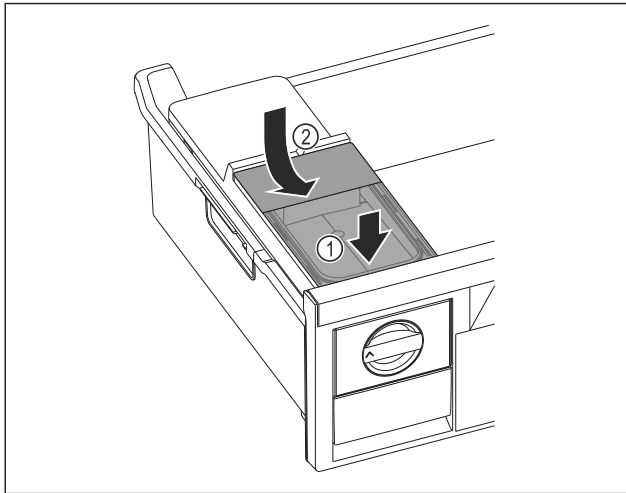

Fig. 76
- ▶ Поставете резервоара за вода отпред. Fig. 76 (1)
- ▶ Спуснете резервоара за вода отзад. Fig. 76 (2)